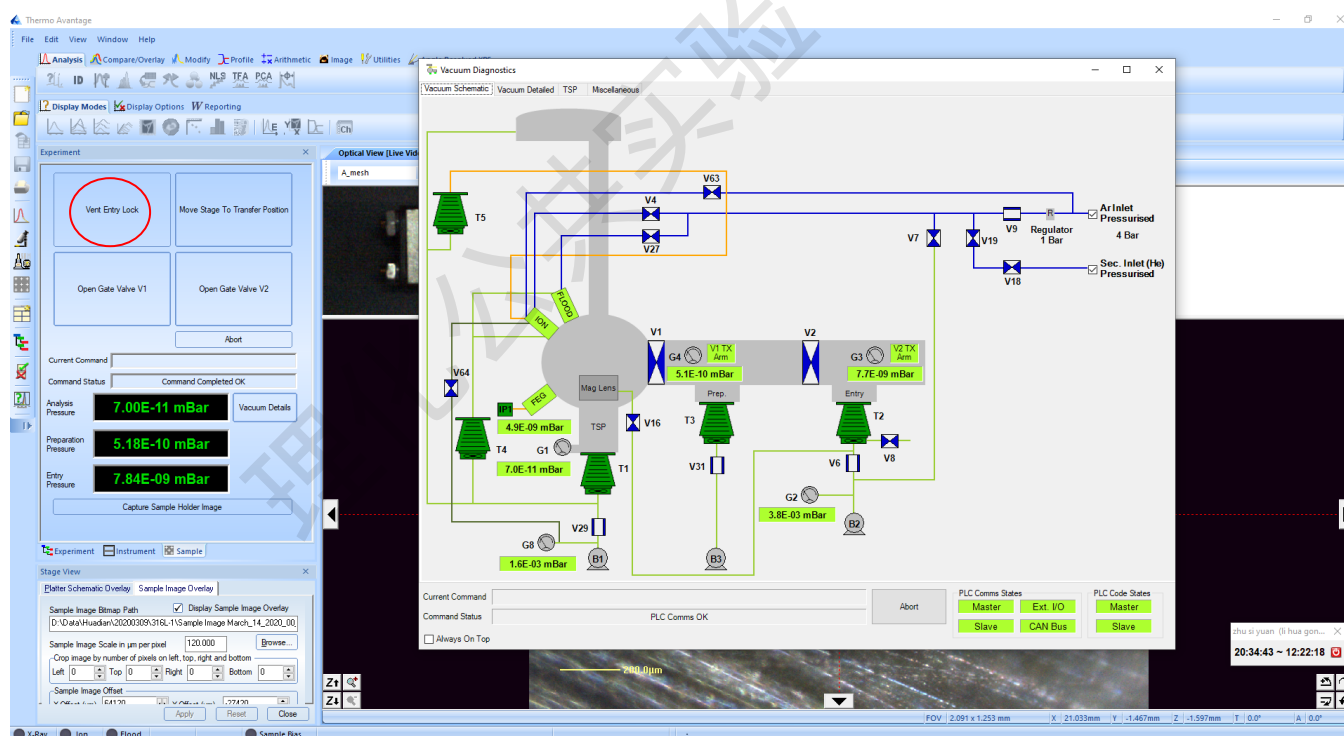

图 9 真空系统界面
- (1) 打开软件, 选中“Sample”选项卡, 点击“Vacuum Detail”打开图 9 界面;
- (2) 检查分析腔、准备腔和进样腔真空度是否正常并记录;
- (3) 检查 T1-T5 是否处于绿色状态;
- (4) 检查 V1、V2 是否处于关闭状态;
- (5) 检查传样杆 1 和传样杆 2 是否退到底;
- (6) 检查准备腔的样品停放台是否处于最高点;
- (7) 检查氩气和氦气是否处于正常状态。
- (1) 确认实验室氮气气路开启;
- (2) 在图 9 界面中, 点击“Vent Entry Lock”;
- (3) 等待 3-5 分钟后, 打开进样腔门, 左手戴好干净的手套, 将样品托插入传样杆;
- (4) 关闭进样腔门, 点击“Pump Down Entry Lock”;
- (5) 在对话框中点击“Yes”, 并检查进样腔门是否关好;
- (6) 等待 1-2 分钟, 观察到进样腔真空稳步下降后, 关闭氮气气路。
- (1) 等待进样腔真空达到 1×10^{-7} mbar 以下;
- (2) 在图 9 界面中, 点击“Open Gate Valve V2”;
- (3) 将准备腔的样品停放台降至合适位置 (有标示);
- (8) 在图 9 界面中, 点击“Close Gate Valve V2”。
- (1) 等待准备腔真空达到 1×10^{-9} mbar 以下;
- (2) 在图 9 界面中, 点击“Move Stage To Transfer Position”;
(7) 样品完全取出后, 将传样杆 2 退到底;
(8) 旋转样品停放台以免上升时碰撞传样杆 2 及其上的样品托;
(9) 将样品停放台升至最高点;
(10) 在图 9 界面中, “Open Gate Valve V1”;
(11) 移动传样杆 2 将样品插入分析腔内的样品台;
(13) 将传样杆 2 退到底;
(14) 在图 9 界面中, 点击“Close Gate Valve V1”。